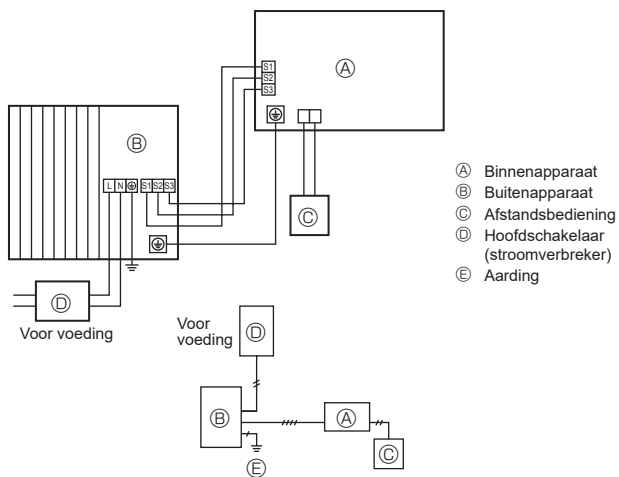

Fig. 6-1
### 6.1. Buitenapparaat (Fig. 6-1, Fig. 6-2)
- ① Verwijder het onderhoudspaneel.
- ② Sluit de kabels aan aan de hand van Fig. 6-1 en 6-2.